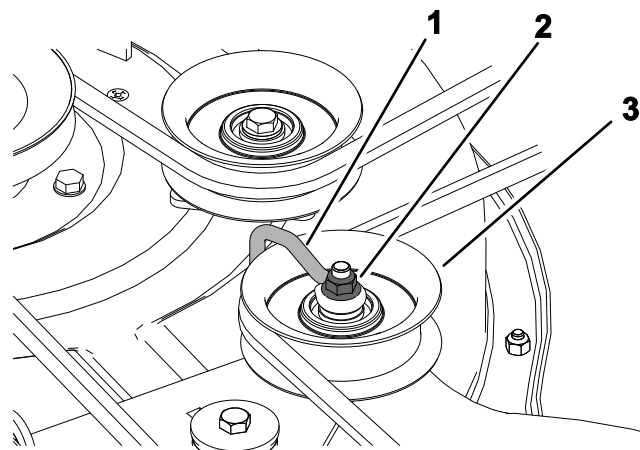

**Figura 55**
5. Allentate le viti e rimuovete le coperture delle pulegge (Figura 55).